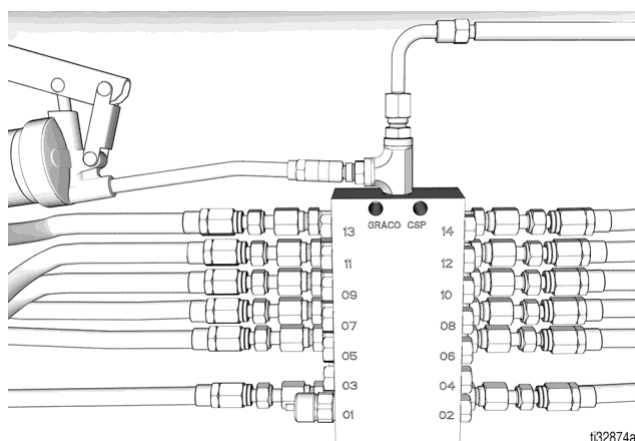

Рис. 36
- Подсоедините шприц для смазки к пресс-масленке на клапанах CSP для их заправки (Рис. 36).